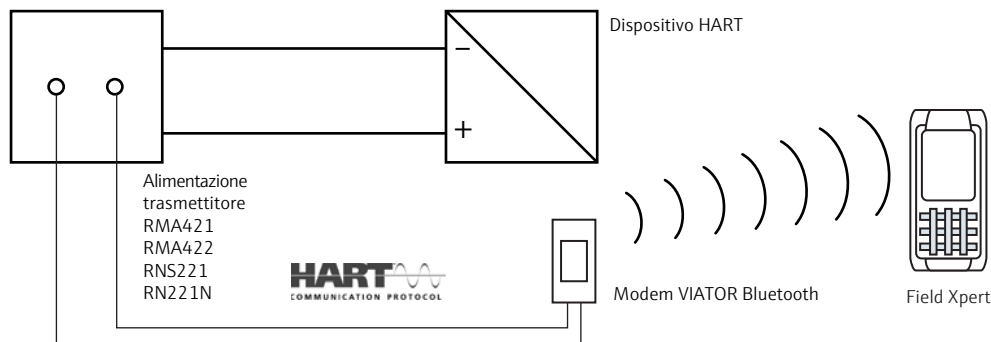

Fig. 2-3: Connessione tramite alimentatore del trasmettitore con ingressi di comunicazione HART (resistore di carico interno)
- con alimentazione del resistore di comunicazione HART incorporato: connessione mediante i due ingressi di comunicazione HART posti sul pannello anteriore riprodotto in Fig. 2-3. Possono essere utilizzati i seguenti alimentatori per trasmettitori HART: